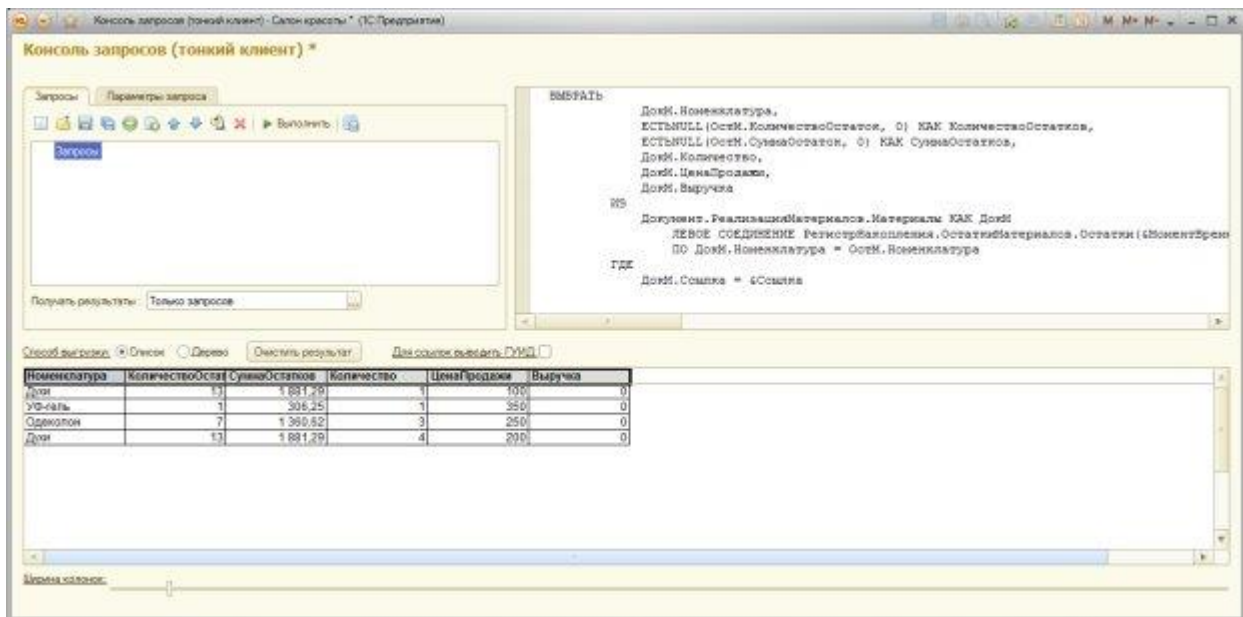

Рисунок 15.3- Запрос для получения данных для заполнения табличного поля
9. Остальные данные нас устраивают. У нас получился такой запрос, рисунок 15.3.